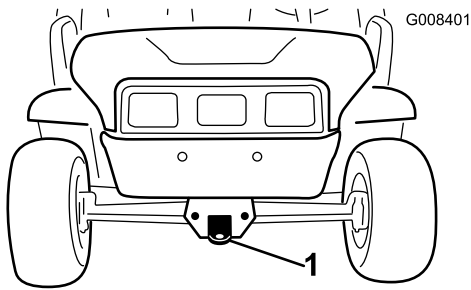
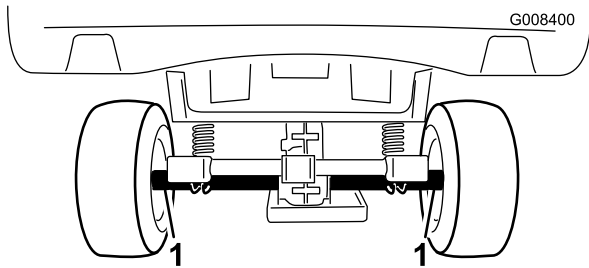

Figure 23
Figure 24
Chargez la machine sur une remorque pour la déplacer sur une longue distance. Arrimez solidement la machine sur la remorque. L'emplacement des points d'attache sur la machine est indiqué à la Figure 24 et la Figure 23.
2. Accrochez un câble de remorquage à la flèche d'attelage à l'avant du châssis de la machine (Figure 23).